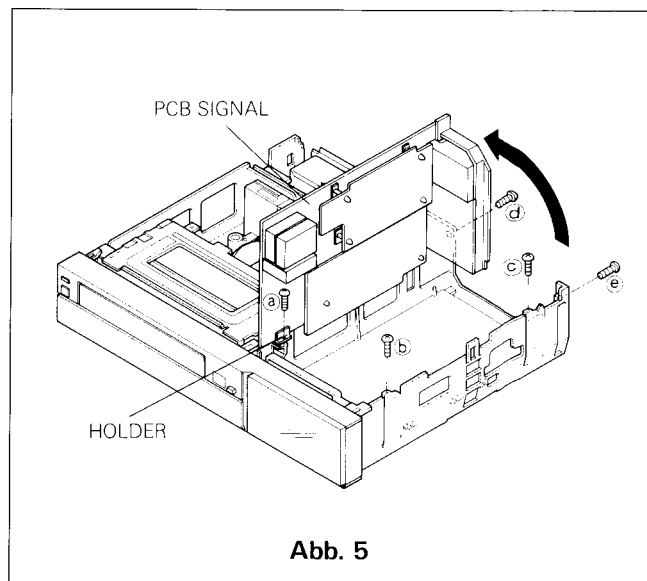

Abb. 5
- Entfernen Sie die 5 Schrauben ①, ②, ③, ④ und ⑤, die die Signalplatine befestigen wie in Abb. 5.
- Die Platine PCB SIGNAL in die dafür vorgesehene Halter einhängen. Siehe Abb. 5.